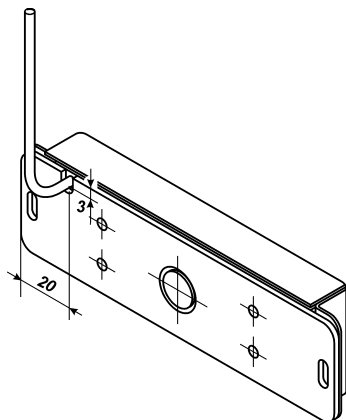

Рис.4
5.2 Основание корпусной части крепится на дверной коробке через два овальных отверстия саморезами 3 мм с учетом габаритно-установочных размеров (Рис.2) и расположения выводов управления (Рис.4). Далее, на ось основания устанавливается корпусная часть и при закрытой двери перемещением основания с корпусной частью вдоль овальных отверстий достигается совпадение рабочих поверхностей корпусной части и якорной пластины. Для обеспечения эксплуатационных характеристик рабочие поверхности корпусной части и якорной пластины должны плотно прилегать при закрывании двери. После этого корпусная часть снимается, и пластина крепится еще четырьмя саморезами 4 мм. Саморезы в овальных отверстиях снимаются, вновь устанавливается на ось корпусная часть и закрывается кожух, который закрепляется через свободные овальные отверстия.